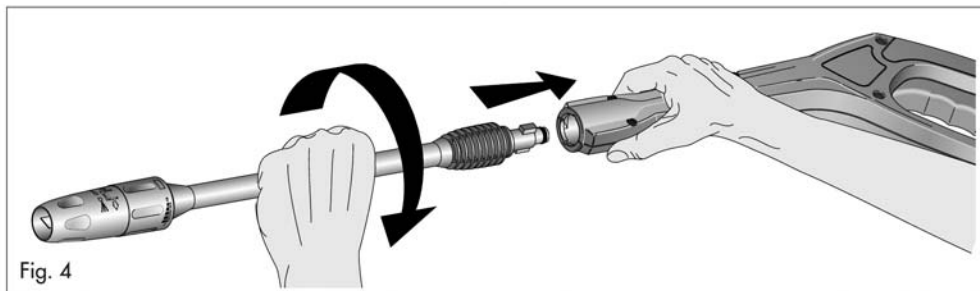

Fig. 4
6. Insert the required wand into the gun's quick connect coupling by pushing firmly and twisting wand 1/4 of a turn to lock into place. (Fig. 4)
6. Introduzcan el tubo en la unión rápida empujando enérgicamente y luego girando el tubo de 1/4 de vuelta para bloquearlo en su lugar. (Fig. 4)